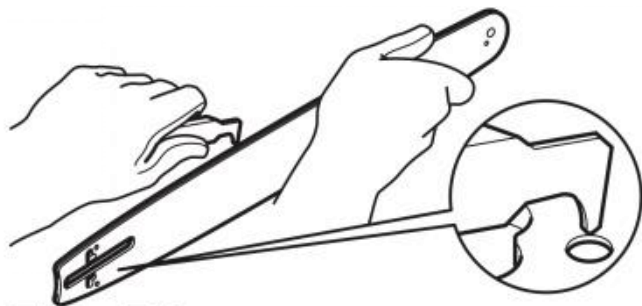

Fig. 71
4. Retirez les résidus des rails de la barre de guidage (C13) à l'aide d'un tournevis, d'un couteau à mastic, d'une brosse métallique ou de tout autre outil similaire. Cela maintiendra les passages d'huile ouverts pour assurer une lubrification adéquate de la barre de guidage (C13) et de la chaîne de scie (C12) (Fig. 71).